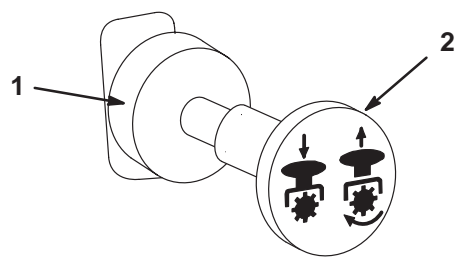

Figure 18
3. Tirez sur la commande de prise de force (PdF) pour l'embrayer (Fig. 18).
1. Repoussez la commande de PdF pour la **débrayer** (Fig. 18).